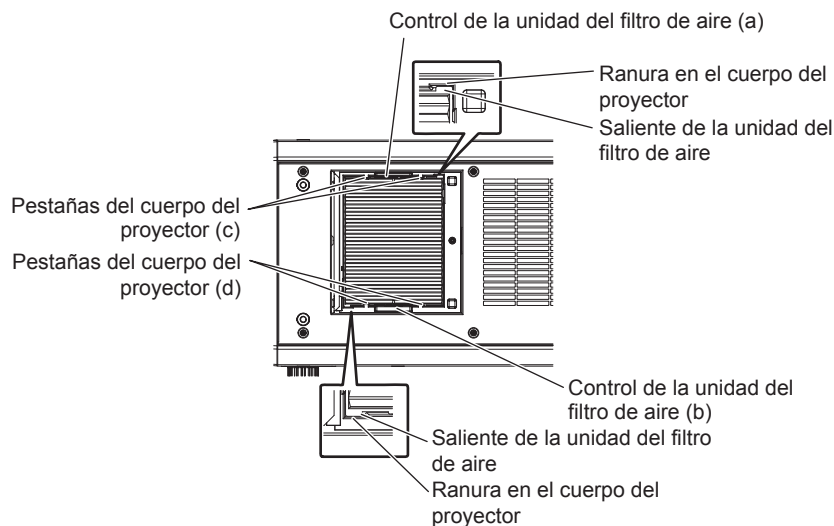

Figura 1
1) Acople la unidad de filtro de aire al proyector. (Figura 1)